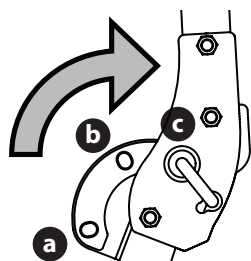

Fig. 5
2. Cuando ambas chavetas de cierre estén fijadas en la posición AJUSTE, levante lentamente y gire el ROPS superior desde la posición TRANSPORTE (a), pasando por la posición TRANSPORTE CON EMBOLSADORA (b) hasta llegar a la posición FUNCIONAMIENTO (c) (Fig. 5).